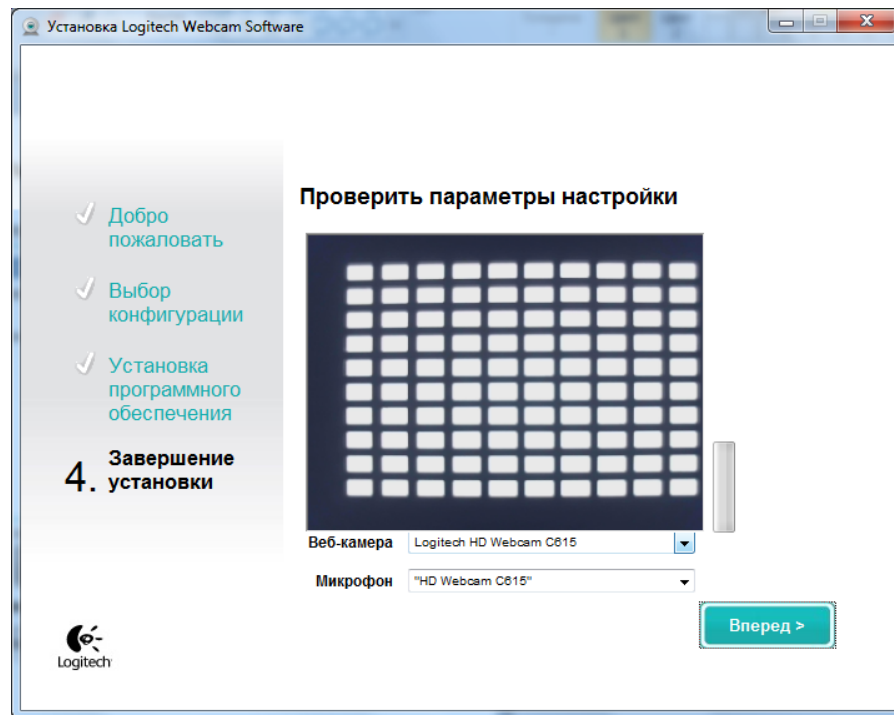

Рисунок 15.6
6. После завершения установки драйверов откроется окно для проверки параметров настройки. При этом, если установить кассету в прибор и включить тумблер, в окне появится изображение кассеты (Рисунок 15.6). Нажать кнопку «Вперед».